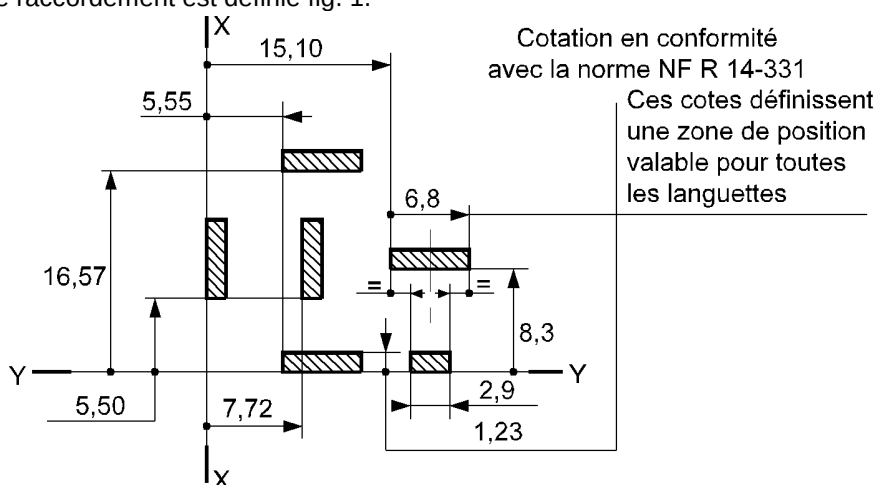

Fig. 1
- Les raccordements électriques doivent être réalisés à l'aide de languettes à trou 6,3 x 0,8 suivant la norme NF R 13-431 et de 2,8 x 0,8 pour la borne n° 1 (voir page 3). Celles-ci doivent être en cuivre ou en laiton et protégées par un étamage électrolytique Sn 4 défini par la norme B15 4210 ou argentées (revêtement d'épaisseur : 1 µm min.). Les chants des languettes peuvent être bruts de découpe. L'orientation des languettes de raccordement est définie fig. 1.